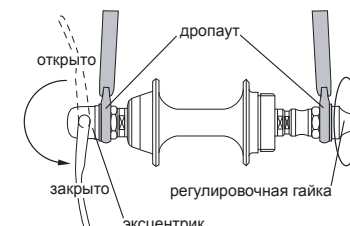

рис. 2
- 3.1.2. Откройте эксцентриковый зажим, под тяжестью велосипеда, колесо само установится точно в посадочных окончатиях вилки. При необходимости регулировки усилия зажима эксцентрика, отрегулируйте его регулировочной гайкой. Усилие при закрытии эксцентрика — 10-15 Н/м (рис. 2)
рис. 2а
рис. 2б
рис. 2в